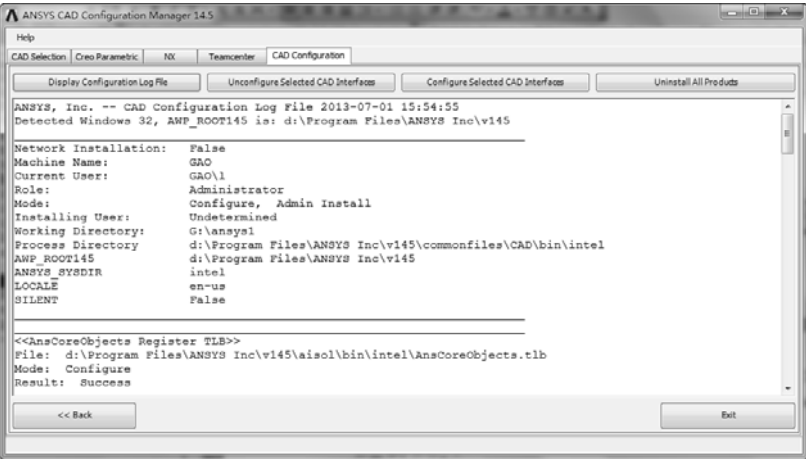

图 2-113 配置信息
3) 单击【CAD Configuration】选项卡, 然后单击【Display Configuration Log file】按钮, 显示出当前配置信息, 如图 2-113 所示。